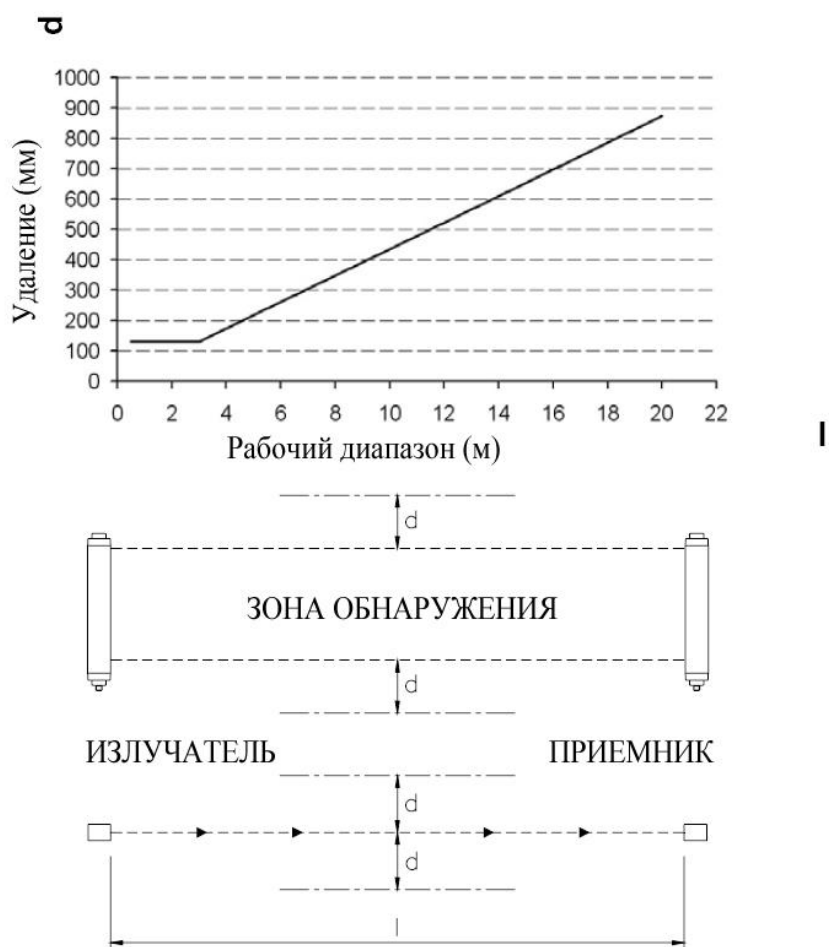

Рис. 14
Изменение расстояние d , которое надо поддерживать, в зависимости от расстояния l между излучателем и приёмником, показаны на Рис.14.
- Располагайте зеркала так, чтобы соблюсти минимальное расстояние безопасности S (Рис. 14) с каждой стороны доступа в опасную зону.